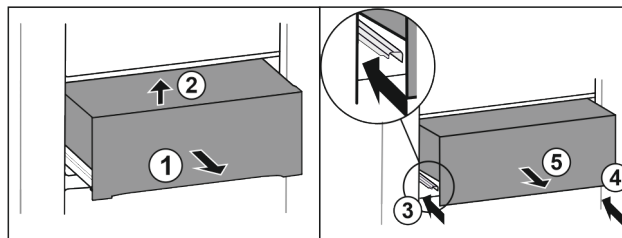

Fig. 24
- ▶ Zásuvku napůl vytáhněte Fig. 24 (1).
- ▶ Vpředu nadzvedněte Fig. 24 (2).
- ▶ Zasuňte levou kolejničku Fig. 24 (3).
- ▶ Zasuňte pravou kolejničku Fig. 24 (4).
- ▶ Zásuvku odeberte směrem dopředu Fig. 24 (5).